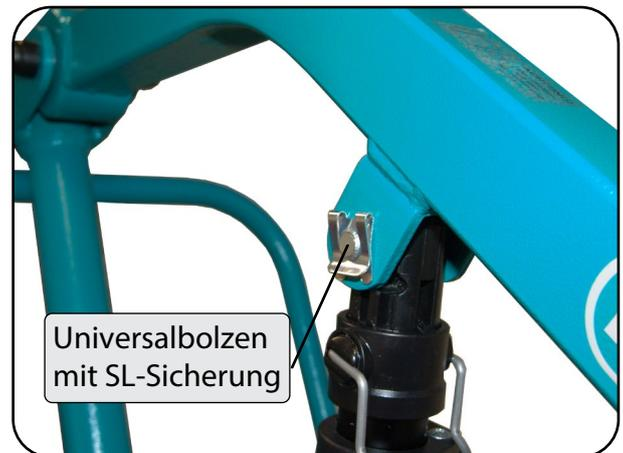

Abbildung 18
14. Entfernen Sie an der Motoraufnahme des Hebearms die SL-Sicherung und den Universalbolzen (Abbildung 18).